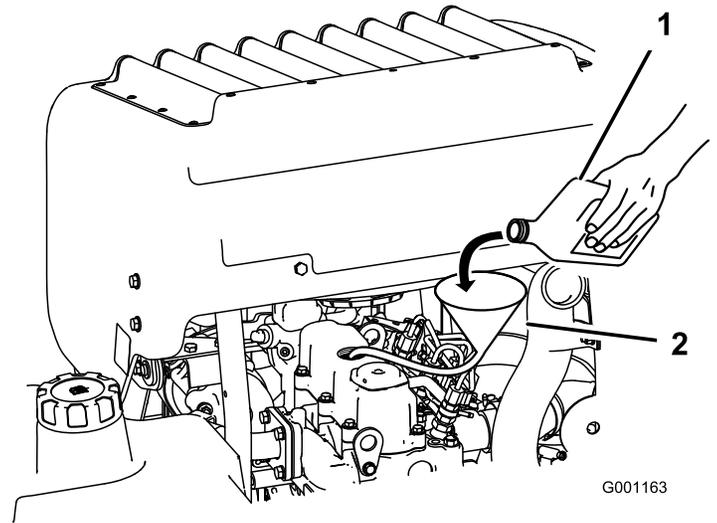

Figura 41
3. Para añadir aceite al motor, localice y utilice un tubo y un embudo para añadir el aceite (Figura 41).